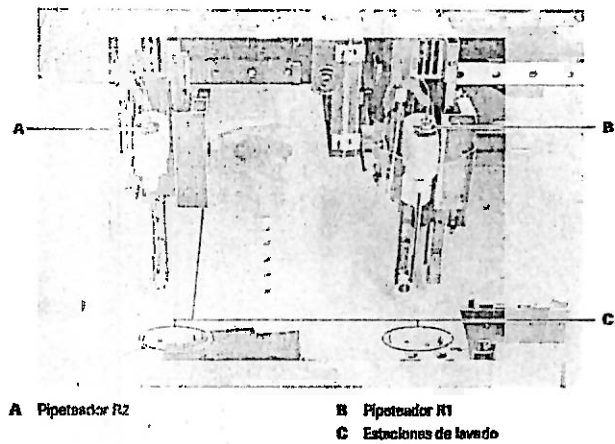

Imagen 14: Pipetas de Reactivo.
- Limpiar pipeta de reactivo R1, R2 y sipper con gasa o hisopo de algodón humedecidos en alcohol 70% con movimiento descendente (Ver Imagen 14 y 15).
- Limpiar la pipeta de muestra con gasa y o hisopo de algodón humedecidos con agua desionizada. Si estuviese muy sucia, limpiar con alcohol 70% y repetir el procedimiento con agua desionizada (Ver Imagen 14).